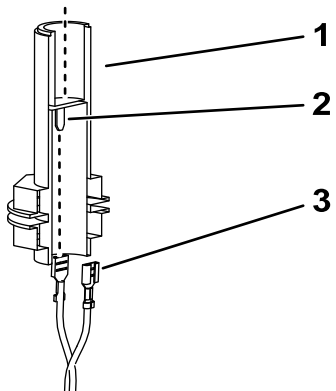

Figura 4
6. Ligue os conectores soltos da cablagem do farol rotativo aos terminais espada do conector da tomada do farol rotativo (Figura 4).